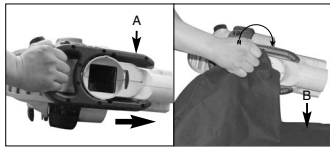

Fig. 3
Dra sliden (A) framåt och sätt in lövsäcken (B) i fläkthuset enligt beskrivningen i fig.3.